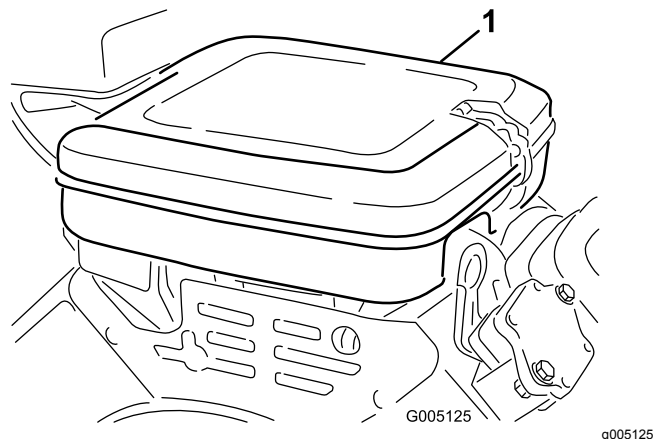

Figure 27
1. Nettoyez le couvercle du filtre à air (Figure 27).